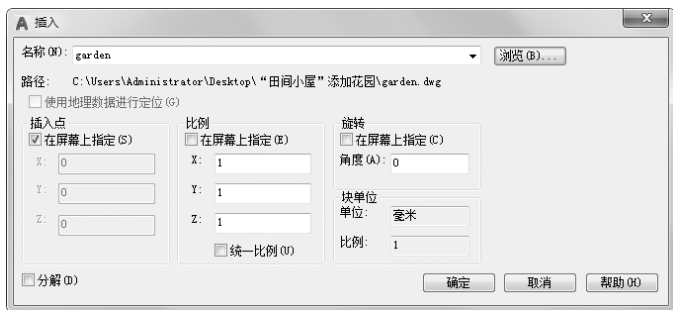
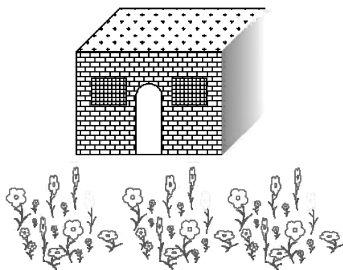

图 6-30 “插入”对话框
图 6-31 插入图块结果
(2) 单击“默认”选项卡“块”面板中的“插入”按钮，系统打开“插入”对话框，单击“名称”选项后的“浏览”按钮，则打开“选择文件”对话框，从中选择文件“garden.dwg”，设置后的“插入”对话框如图 6-30 所示。对定义的块“garden”进行插入操作，结果如图 6-31 所示。